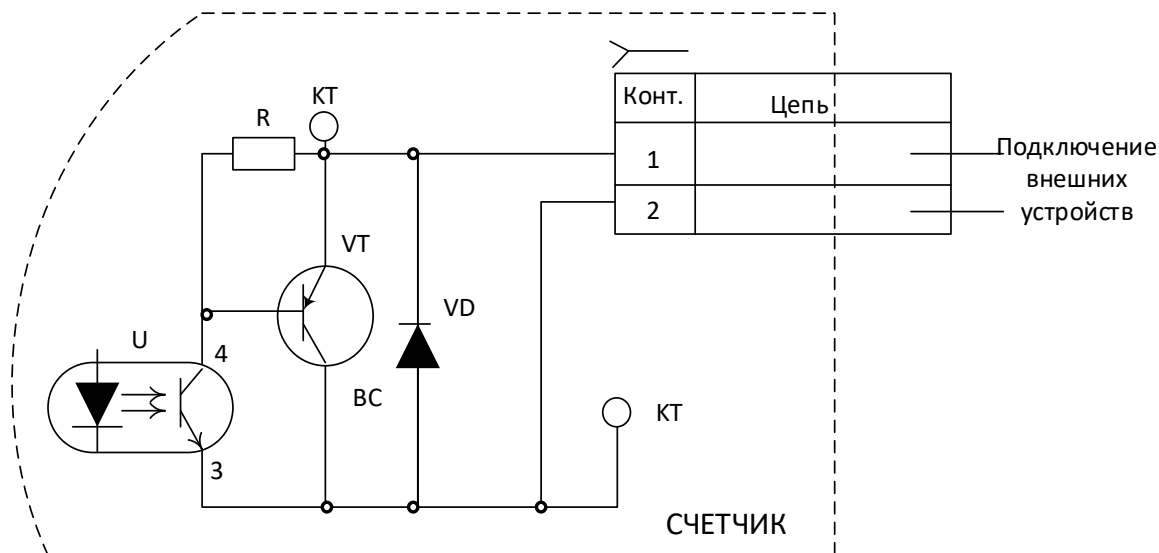

Рисунок 11 - Схема электрических импульсных выходов
- тип: ррр-транзисторы с открытыми коллекторами (рисунок 11).